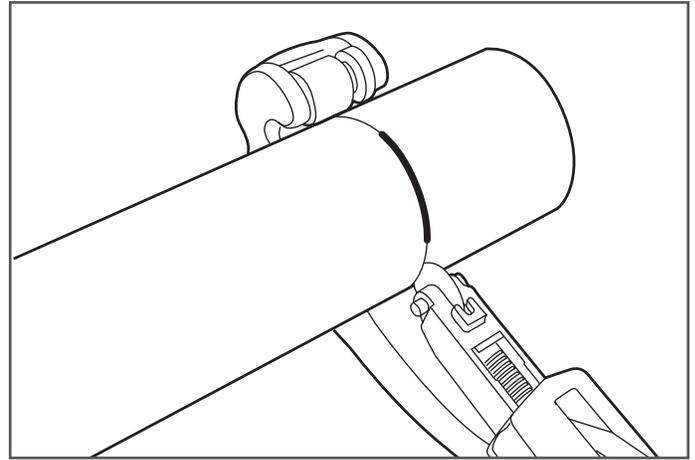

Figura 7-2
3. Use el cortatubos para rayar el revestimiento externo hasta aproximadamente las 3/4 partes de su espesor en toda su circunferencia. Tenga sumo cuidado para evitar cortar o rayar el tubo corrugado inoxidable. (Figura 7-2)